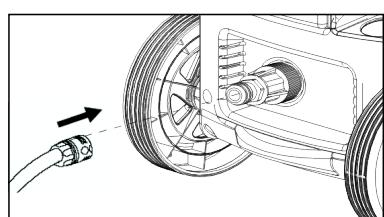

Рис. 7
8. Подсоедините к мойке входной шланг (рис. 7);